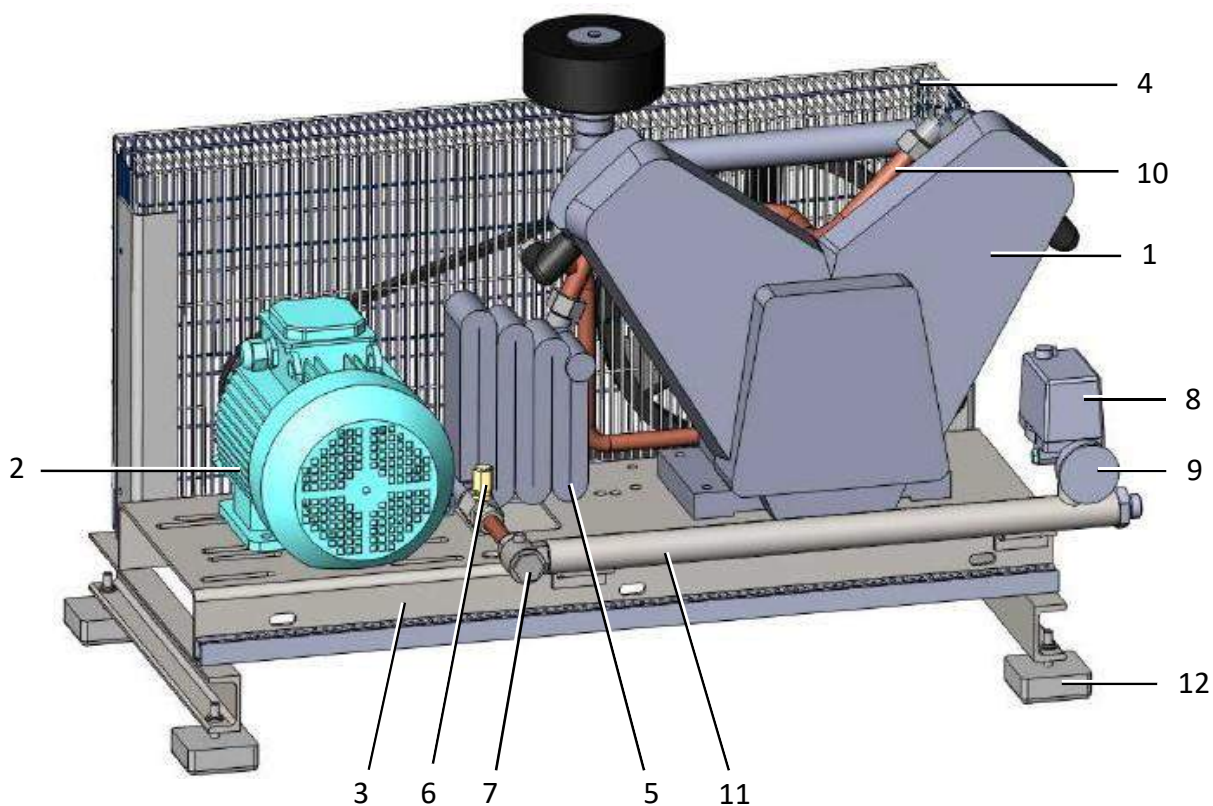

Рисунок 3
6.3.3 На отводящем трубопроводе необходимо установить трехходовой кран или другое устройство, обеспечивающее сброс давления воздуха из коллектора 12 (см. рисунок 3), при остановке и отключении компрессора от воздушной сети.
Компрессор (рисунок 3) состоит из следующих основных сборочных единиц и деталей: блока компрессорного 1, электродвигателя 2, платформы 3, защитного ограждения 4, охладителя 5, предохранительного клапана 6, обратного клапана 7, прессостата 8, манометра 9, воздухопровода 10, коллектора 11, виброопор 12.